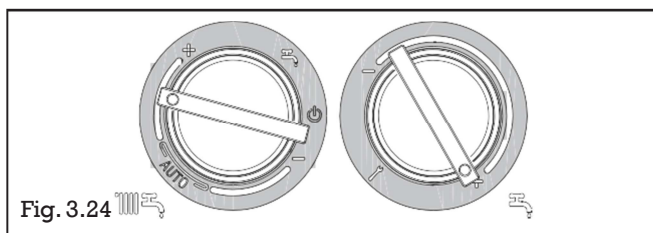

Fig. 3.24
- posizionare il selettore di funzione e di riscaldamento in posizione massima (fig.3.24)